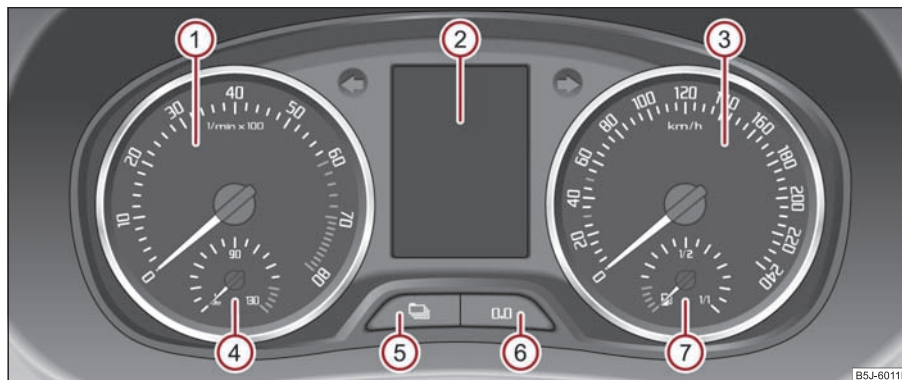

Fig. 15 Combiné d'instruments
La zone rouge du cadran du compte-tours ① ⇒ page 15, fig. 15 représente la zone dans laquelle le calculateur du moteur commence à limiter le régime moteur. Le calculateur du moteur limite le régime moteur à des valeurs limites sûres.
L'indicateur de température du liquide de refroidissement ④ ⇒ page 15, fig. 15 ne fonctionne que si le contact est mis.
La jauge de carburant ⑦ ⇒ page 15, fig. 15 ne fonctionne que si le contact est mis.
Le compteur journalier revient sur zéro si vous appuyez pendant 1 seconde environ sur le bouton ⑥ ⇒ page 15, fig. 15.